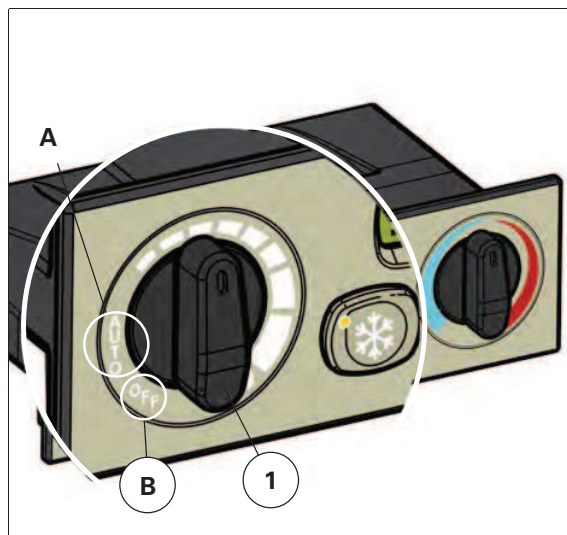

Fig. 31.
NOTA: Cuando la temperatura exterior sea muy elevada, se aconseja trabajar con el sistema en modo de recirculación, con el botón (1) en la posición automática fig. 31.